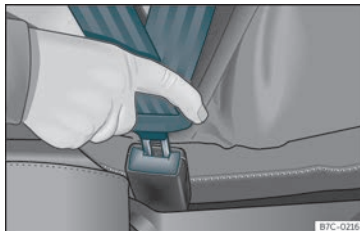

Fig. 9 Inserir a lingueta do cinto de segurança no fecho correspondente.
- Encaixe a lingueta no fecho do respetivo banco»» Fig. 9.